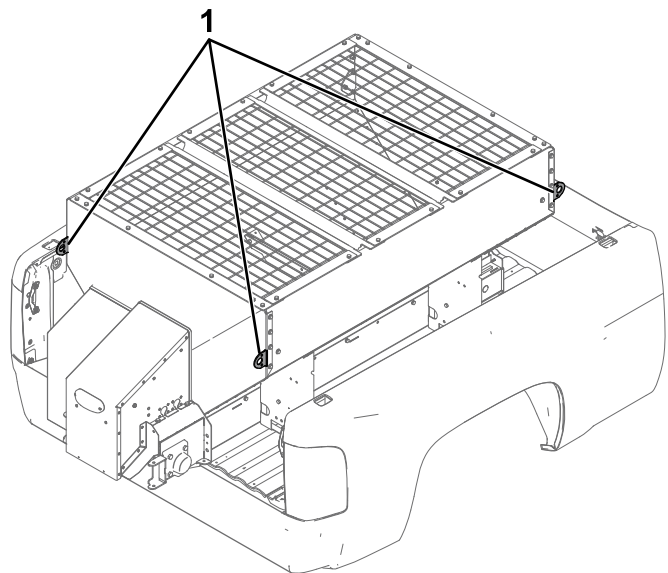

图4
2. 使用提升点（图4），将撒布机提升到货斗上，并放置在中心线上。